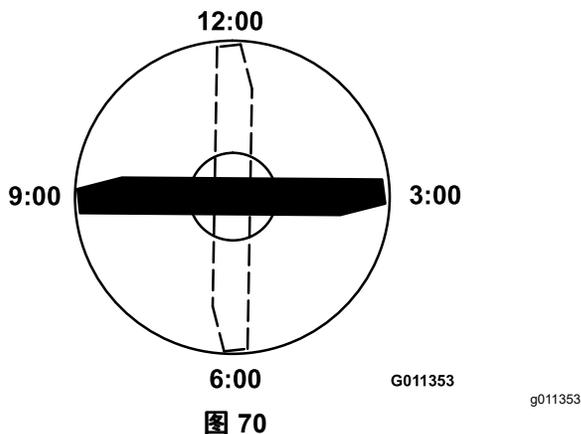

图 70
3. 将刀片带标记一端的刀刃放在 12 点钟位置除草方向的正前方并测量从桌面到刀片刀刃的高度 图 70。
4. 将刀片的标记端旋转至 3 点钟和 9 点钟位置并测量高度 图 70。